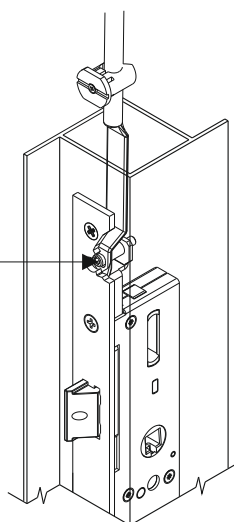

Fig. 2
- 8) Agganciare le aste ai rinvii tramite le apposite viti inserite attraverso i fori sul frontale utilizzando una chiave esagonale da 2,5 mm. N.B. avvitare le viti completamente in battuta sui rinvii (Fig. 2)
- 8) Hook the rods to the through and return mechanisms using the special screws inserted through the holes on the face plate with a 2.5 mm. Allen wrench. N.B.: Screw down the screws completely against the through and return mechanisms (Fig. 2)
- 8) Fixer les tringles aux mécanismes de renvoi au moyen des vis correspondantes qui sont déjà introduites dans les trous sur la tête, en utilisant une clé à six pans de 2,5 mm. N.B. Serrer les vis en butée sur les mécanismes de renvoi (Fig. 2)
- 8) Die Stangen mit den dazu vorgesehenen Schrauben durch die Löcher der Abdeckung an den Rückführungen befestigen. Hierzu einen 2,5 mm-Sechskantschlüssel verwenden. ANM. Die Schrauben bis zum Anschlag an den Rückführungen festziehen (Fig. 2)